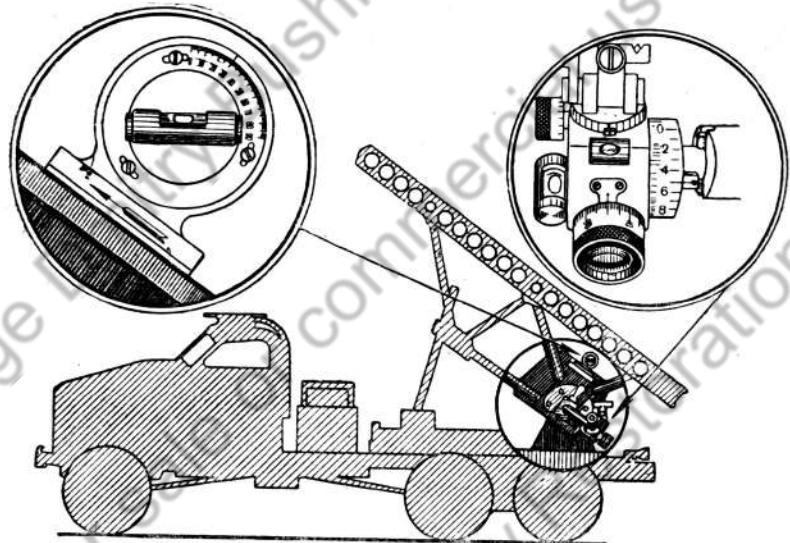

Рис. 43. Проверка основных установок прицела
2. Установить выверенный квадрант на 30° и поставить его на конгрольную площадку боевой машины (рис. 43). Вращая рукоятку подъёмного механизма боевой машины, вывести пузырёк уровня квадранта на середину.
прицеливания должны оказаться против 5-00 (рис. 43) (допускается отклонение в большую или меньшую сторону до двух тысячных).